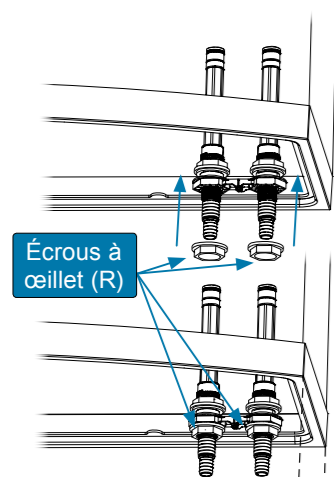
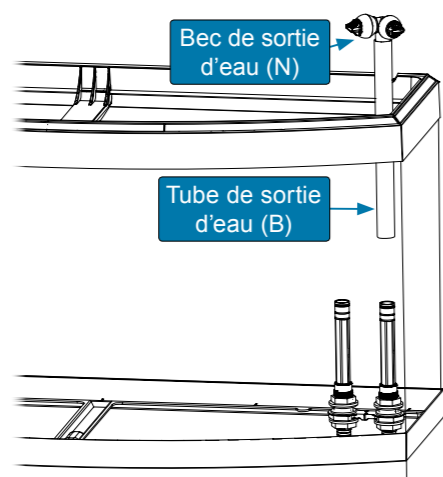
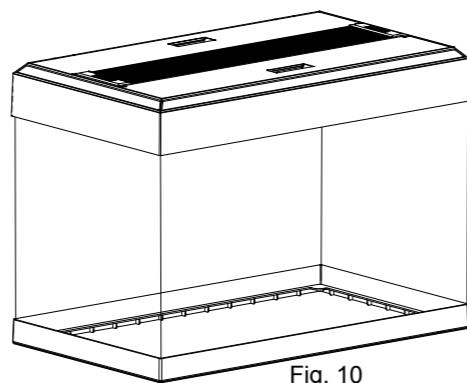

Fig. 3
Fig. 4
Fig. 10
- Ouvrir le meuble. Visser et serrer l'écrou à œillet (R) à la partie inférieure du tube de raccordement (A) (Fig. 3).
- Insérer le bec de sortie d'eau (N) dans l'une des extrémités du tube de sortie d'eau (B).
- Insérer le tube de sortie d'eau (B) dans le tube de raccordement (A) (Fig. 4).
- Régler la hauteur du bec de sortie d'eau comme désiré en glissant le tube de sortie d'eau (B) le long du tube de raccordement (A).
3. Ouvrir le meuble. Visser et serrer l'écrou à œillet (R) à la partie inférieure du second tube de raccordement (A) (Fig. 3).
3. Placer la plaque d'aluminium (B2) et les portes d'accès avant et arrière (B1) sur le rebord supérieur de l'aquarium (Fig. 10). L'aquarium Venezia 350 est muni de deux plaques d'aluminium et de trois portes d'accès (voir Fig. 3). Veiller à ce que le cordon et la prise électrique ne se mouillent pas.